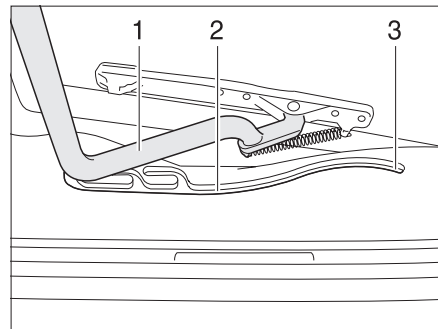

Fig. 34 Oblò Heki, guida
- ▶ Tirare la staffa (Fig. 34,1) nelle guide (Fig. 34,2) fino alla posizione più all'indietro (Fig. 34,3).
- ▶ Spingere la staffa (Fig. 34,1) leggermente verso l'alto con ambedue le mani.
- ▶ Premere la staffa verso l'alto con ambedue le mani, finché la staffa non poggia al di sopra del bottone di sicurezza (Fig. 34,2).
- ▶ Tirare la staffa nelle guide (Fig. 34,2) fino alla posizione desiderata.